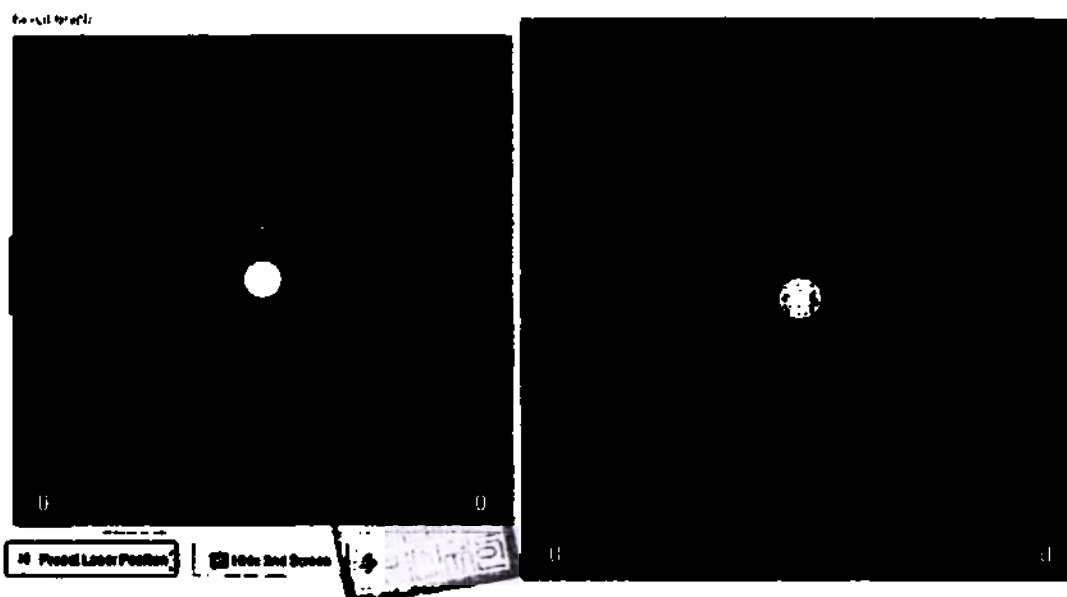

Рисунок 18 – Меню «Test» («Тестирование»). «ResultGraph» («График результатов»), где: 1 – «Aslope» («Наклон» (отображается в реальном времени));
4. «Result Graph» («График результатов») (рисунок 18). Положение датчика во время испытаний в координатах. По завершении тестирования результаты отображаются в виде графика результатов.